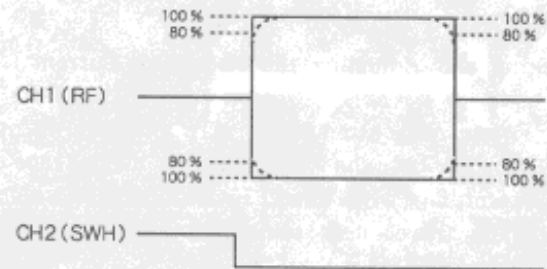

Fig. 5-7
- 4). As shown in Fig. 5-7, confirm that 80% or more of the RF waveform is flat.
- 4). 図 5-7 のように、RF 波形の平坦度が 80% 以上であることを確認する。